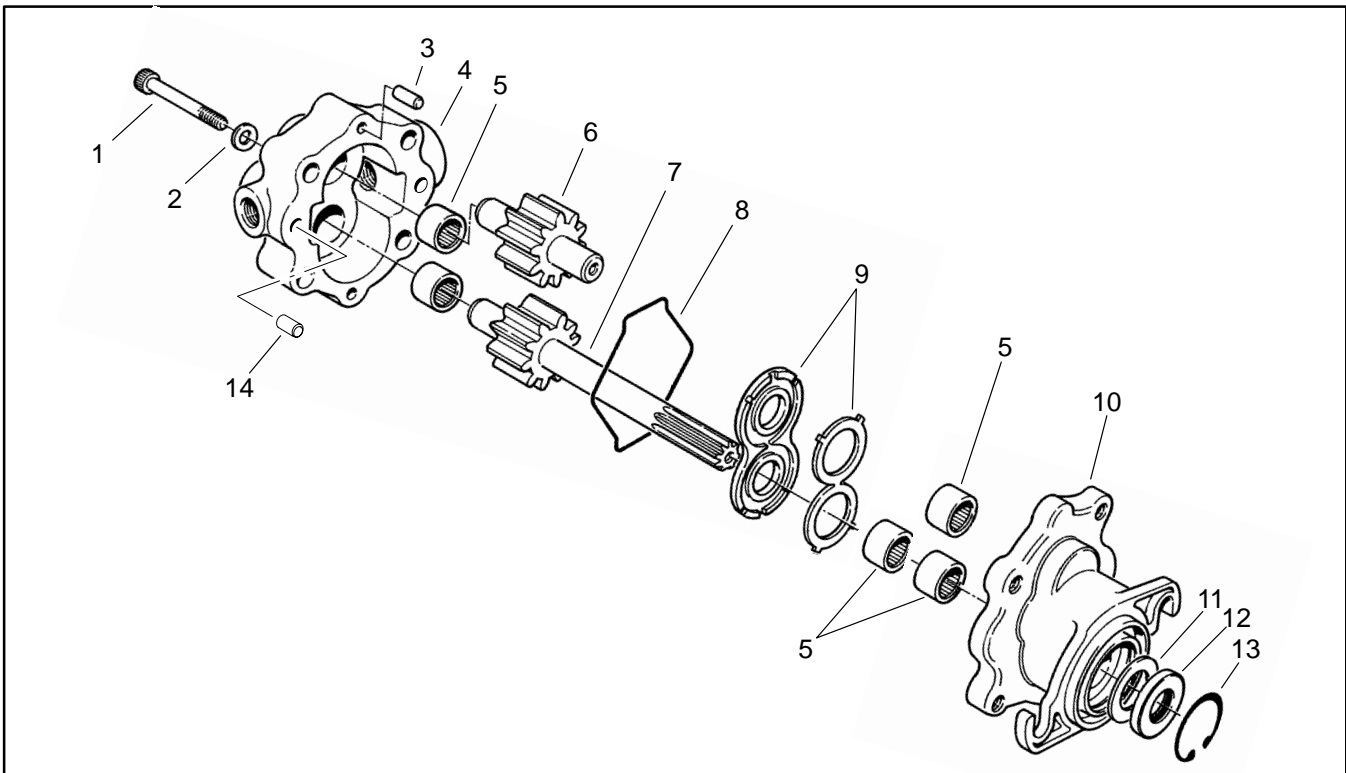

Figure 57
**Disassembly (Fig. 57)**
#### Inspection (Fig. 57)
#### Assembly (Fig. 57)